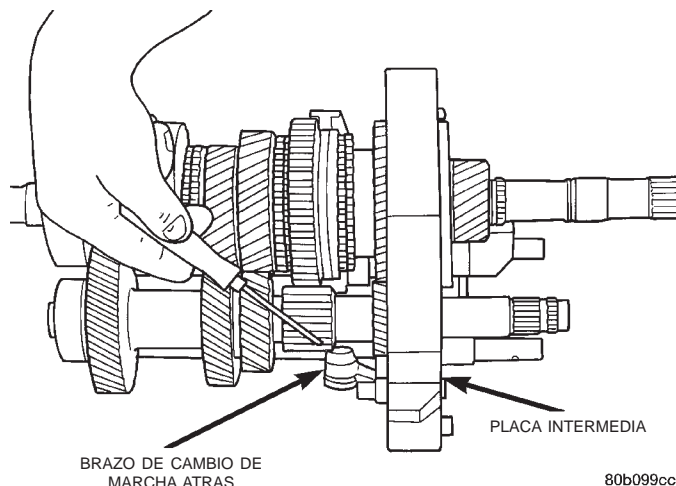
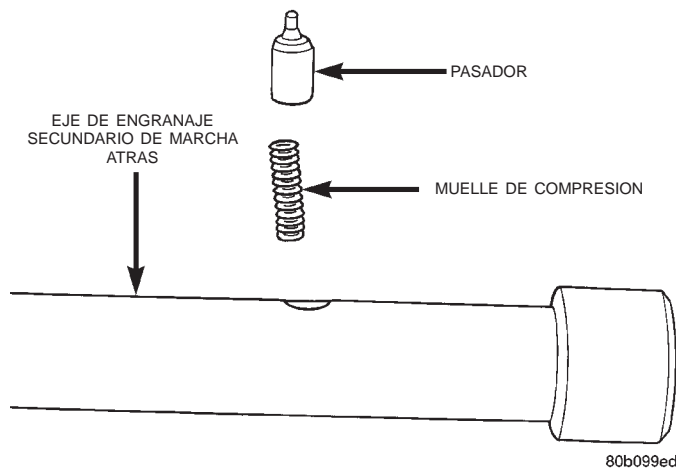

Fig. 88 Posición de brazo de cambio de marcha atrás
Fig. 89 Instalación de muelle de compresión y pasador
(28) Emplace el retenedor del cojinete trasero del eje principal sobre el eje principal y sobre la placa intermedia.
(29) Instale los pernos nuevos que fijan el retenedor del cojinete en la placa intermedia.
(30) Mueva el brazo de cambio de marcha atrás a la posición de marcha atrás. Esta posición es con el brazo alejado de la placa intermedia (Fig. 88).
(31) Instale el engranaje secundario de marcha atrás en su posición en el eje principal y la horquilla de marcha atrás.
(32) Instale el muelle de compresión y el pasador en el eje del engranaje secundario de marcha atrás (Fig. 89).